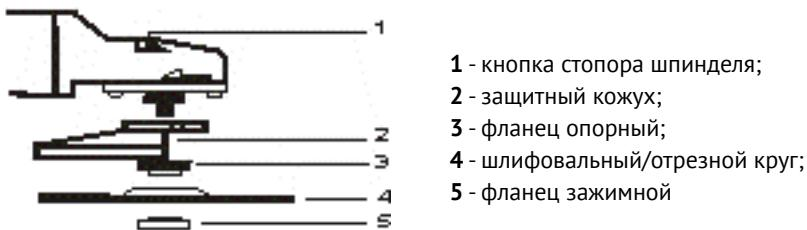

рис. 2
2.2.1 Выбрать круг (рис.2 поз.4), для предполагаемого вида работы, и зажимным фланцем (рис.2 поз.5) зафиксировать его, с помощью входящего в комплект ключа, на шпинделе.
3.3 Для монтажа рабочего круга (рис.2 поз.4) отключите от сети штепсельную вилку шлифмашины. Зафиксирував шпиндель нажатием кнопки (рис.2 поз.1) механизма стопора, установите круг в соответствие с рис.2. Для закручивания зажимного фланца (рис.2 поз.5), используйте ключ, имеющийся в комплекте поставки. Не прилагайте чрезмерного усилия при затяжке. Проверьте вращение шпинделя с кругом (вращение должно быть свободным).
3.5 В случае затруднения демонтажа рабочего круга, во избежание поломки стопора (рис.2 поз.1), используйте гаечный ключ для удержания шпинделя шлифмашины.
3.6 По окончании работы очистите от пыли и грязи защитный кожух (рис.2 поз.2), детали крепления круга, шнур питания, корпус двигателя и вентиляционные отверстия. Для очистки внутренних полостей можно воспользоваться пылесосом.